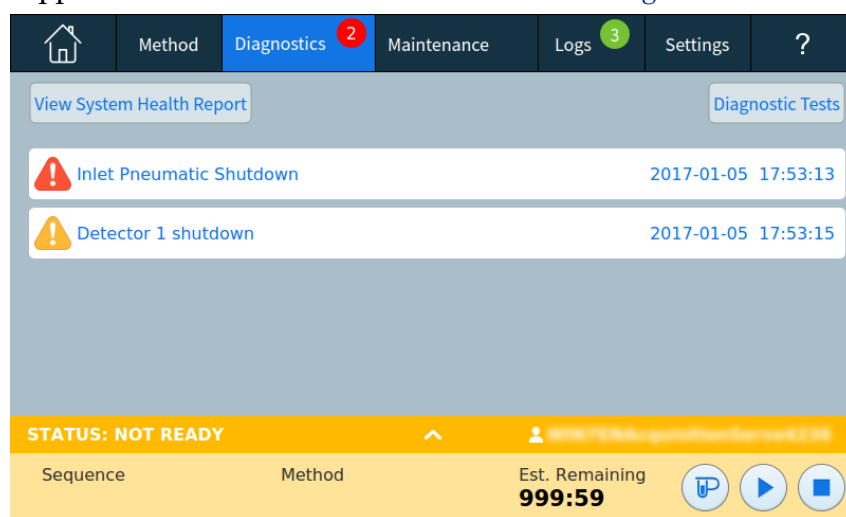

Figura 23 Vista diagnostica
Inoltre, la vista fornisce un elenco di tutti gli avvisi attuali e il rapporto sulle condizioni del sistema. Vedere Figura 23.
- 1 Sul touch screen, premere **Diagnostica**. Si apre la vista diagnostica. Vedere Figura 23. La vista fornisce un elenco di tutti gli avvisi attuali.